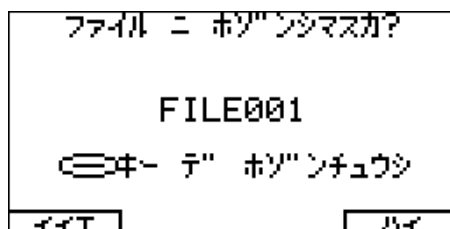

図 2.10.5-7 保存の確認画面
11. 「モデル」キーを押すと、保存の確認画面(図 2.10.5-7 参照)が表示されます。
FUNCTION キーを押すと、測定結果の表示画面(図 2.10.5-2 参照)に戻ります。
「ハイ」キーを押すと、編集した測定値を保存してからファイルの読み込み画面(図 2.10.5-1 参照)に戻ります。
「イイエ」キーを押すと、編集した測定値を保存しないでファイルの読み込み画面(図 2.10.5-1 参照)に戻ります。